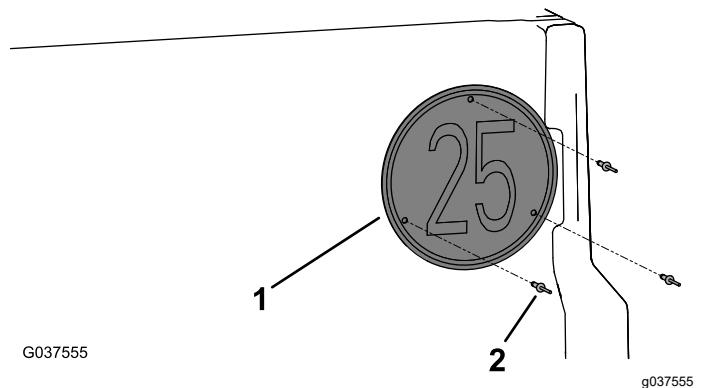

Рисунок 18
- Установите табличку «Ограничение скорости» на задний откидной борт с помощью 3 закладных заклепок (3/16 x 15/16 дюйма), как показано на Рисунок 18.